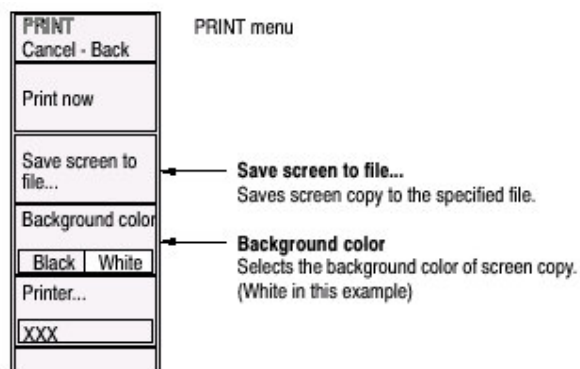

图 3-93 保存屏幕文件
3. 使用 Background Color 侧面键显示背景颜色 Black 或 White（见图 3-93）。